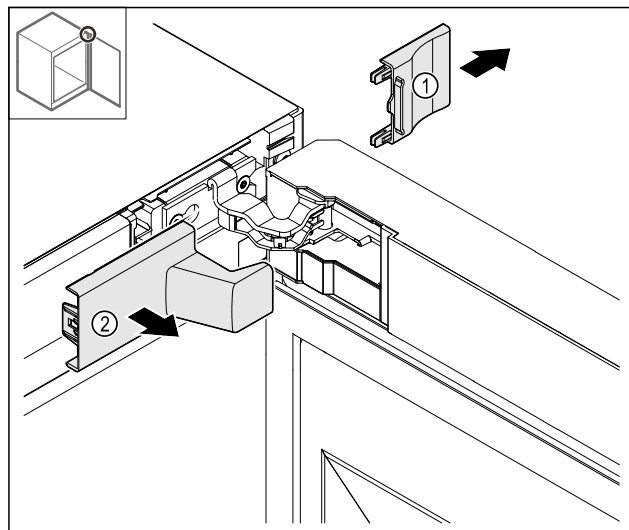

Fig. 13
- Odstráňte kryt Fig. 13 (1) a potom Fig. 13 (2).